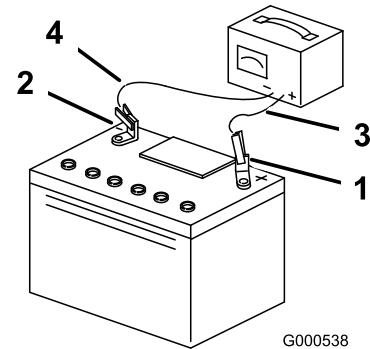

Bild 45
3. Ziehen Sie den Stecker des Ladegeräts aus der Steckdose, wenn die Batterie ganz aufgeladen ist. Klemmen Sie dann die Klemmen des Ladegeräts von den Batteriepolen ab (Bild 45).